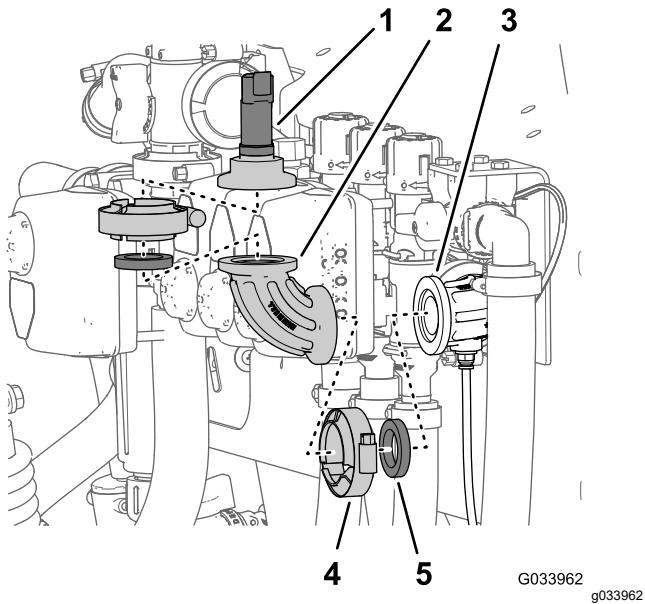

Bild 10
2. Entfernen Sie die Flanschklemme, mit der der Druckwandler am 90°-Anschlussstück befestigt ist, und nehmen Sie den Umwandler, die Dichtung und Flanschklemme ab (Bild 10).
3. Entfernen Sie die Flanschklemme, mit der das 90°-Anschlussstück am 90°-Anschlussstück mit einem Anschluss für den Messschlauch befestigt ist, und nehmen Sie das 90°-Anschlussstück, die Dichtung und Flanschklemme ab (Bild 10).